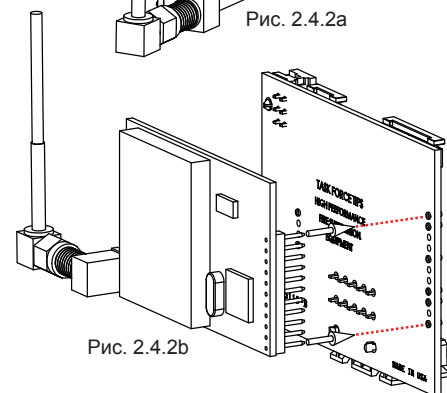

Рис. 2.4.2b
- 3) Установите радиоплату в коммуникационную плату (рис. 2.4.2b). Осторожно выровняйте разъем.